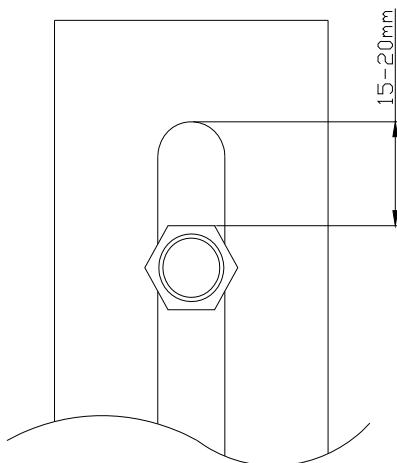

Рисунок 8. Положение заслонки предохранительного клапана
- Убедиться, что заслонка распределителя воздуха находится в положении, при котором обеспечивается расстояние в 15 -20 мм от верхней кромки отверстия до крепежной планки(**Рисунок 8**). Это обеспечит перепуск части воздуха через шnek с топливом, охлаждая его и предотвращая движение пламени по шнеку к бункеру.